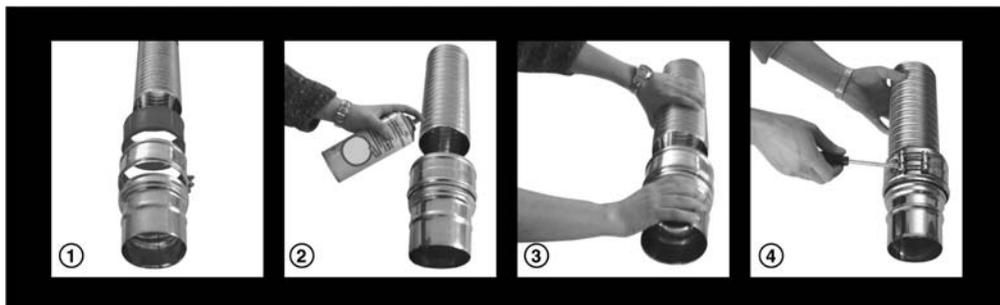

FIG.1 Instructions de montage du manchon étanche avec joint silicone (réf: 3400, 3401...).
Pour un montage correct du manchon étanche avec joint silicone T200° C (réf : 3400, 3401...), vous devez suivre les instructions de la figure 1.
- Positionner le manchon étanche avec joint silicone (réf: 3400...), entre les éléments rigides et le conduit flexible comme illustré dans la figure 1 puis couper le flexible avec un couteau Inox à la hauteur désiré. Le flexible est supporté par le collier de fixation (réf: 3406...)
- Positionner le manchon étanche avec joint silicone (réf: 3401...), entre le conduit flexible et le terminal, comme illustré dans la figure 1.